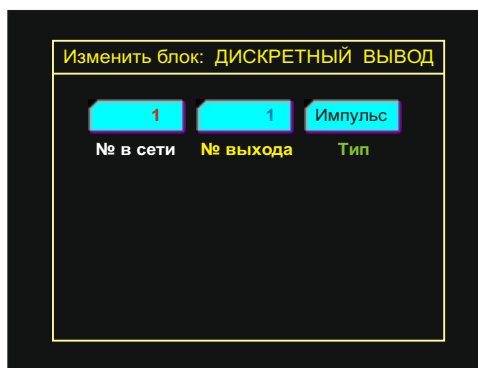

Рис. 34. Конфигуратор блока "Дискретный вывод"
9.1.20 **Конфигуратор** блока содержит следующие конфигурационные окна (Рис. 34):